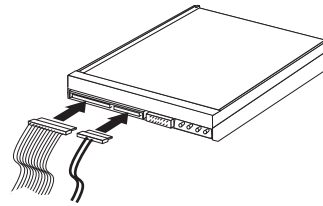

図 11. ドライブへの 5 線電源コネクタの接続
3. 予備の 5 線式パワー・コネクタのいずれかを見つけてドライブに接続します。図 11を参照してください。